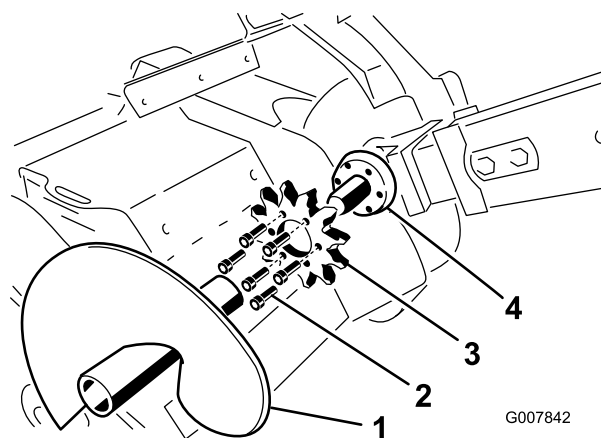

Figura 61
3. Retire el sinfín (Figura 61).
12. Enrosque los seis pernos que sujetan el piñón de arrastre con la presión de los dedos solamente (Figura 61).
8. Retire los seis pernos que sujetan el piñón de arrastre (Figura 61).
9. Retire y deseche el piñón de arrastre (Figura 61).
10. Limpie la superficie de montaje del piñón en la zanjadora (Figura 61).
11. Deslice el nuevo piñón sobre el eje (Figura 61).